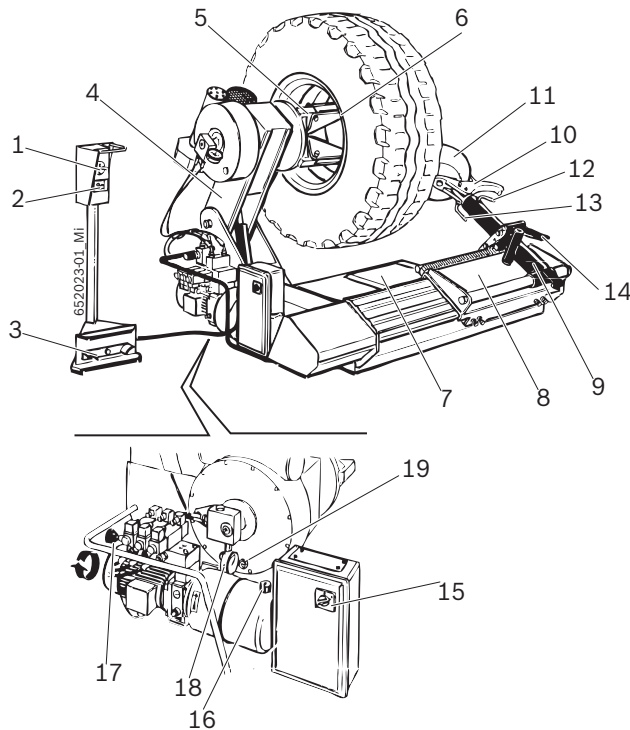

Fig. 1: TCE 5210
Tillslutningsfläsen fungerar genom en högtryck hydraulkrets, reglerbar från 20 till 130 bar genom rotering av lämplig knapp (Fig. 1, pos. 17) och genom att läsa värdet på manometern (Fig. 1, pos. 18). Det vanliga arbetstrycket är 130 bar. För svaga eller särskilt tunna hjulskenor är det nödvändigt att minska trycket.
För däck med en mindre diameter än 800 mm eller större än 1500 mm, rekommenderas att dra ut stickkontakten till monteringsverktyget (Fig. 1, pos. 12) och positionera den i andra hålet.